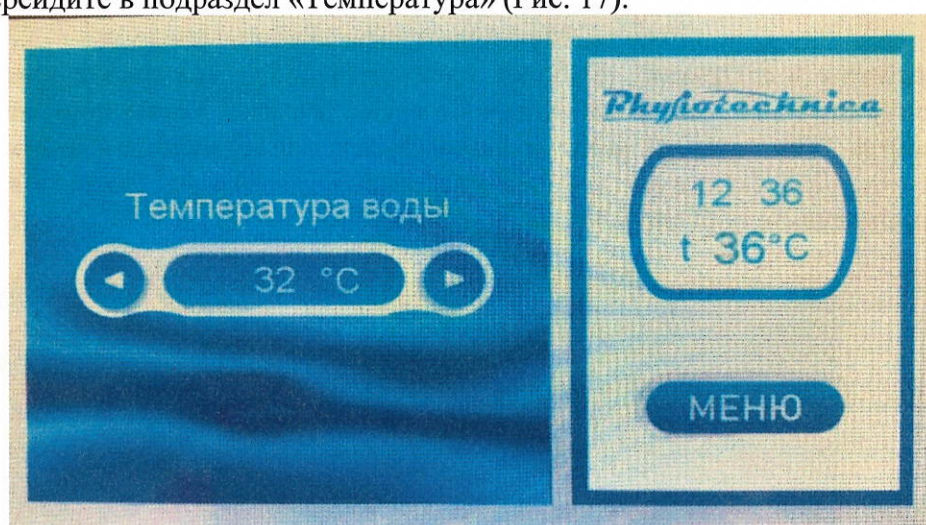

Рис. 17. Меню настроек «Температура»
8.9 Для того, чтобы выбрать рабочую температуру воды, до которой будет осуществляться подогрев, перейдите в подраздел «Температура» (Рис. 17).